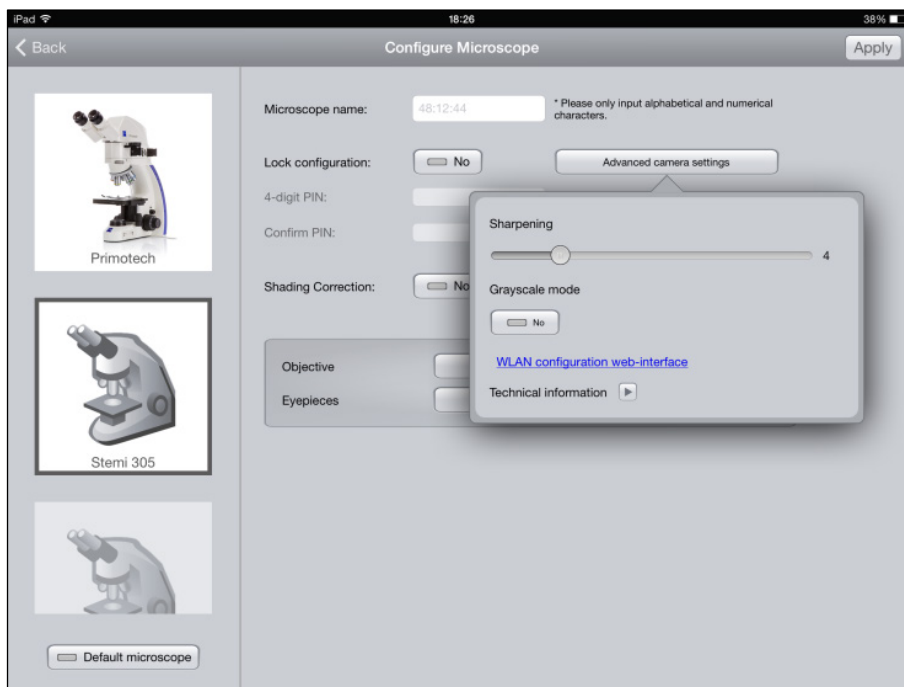

Fig. 8 Página de configuración de Stemi 305 cam
- Arrancar la App Labscope en el iPad (ver Fig. 8).